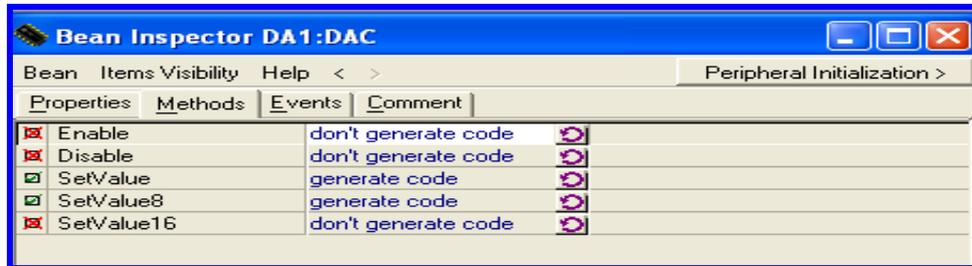

Figura 4.71 Habilitación de funciones de DAC.
7.- Una parte importante para considerar es dar de alta la función que nos permita una conversión utilizando 8 bits. En la Figura 4.71 muestra las funciones que pueden ser dadas de alta.